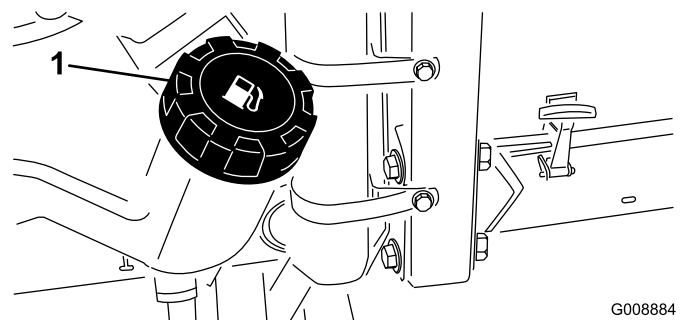

Figura 34
1. Limpie la zona alrededor del tapón del depósito de combustible (Figura 34).